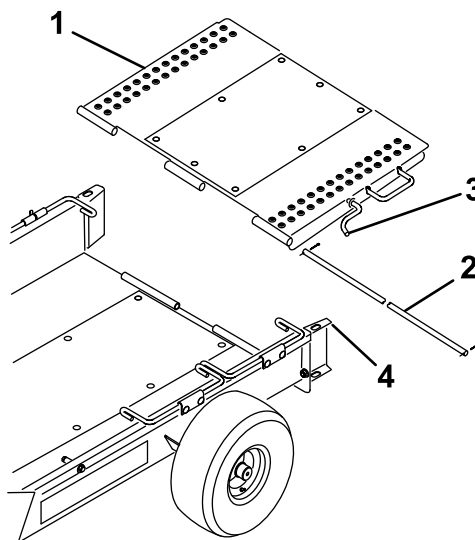

Figura 3
5. Montate la rampa del rimorchio sul retro del pianale con il perno di incernieramento e le due coppie (Figura 3).
6. Ruotate verso l'alto la rampa del rimorchio e agganciate il suo fermo nel foro nella parte superiore della guida ruote (Figura 3).
8. Ruotate verso l'alto la rampa del rimorchio e agganciate il suo fermo nel foro nella parte superiore della guida ruote (Figura 3).